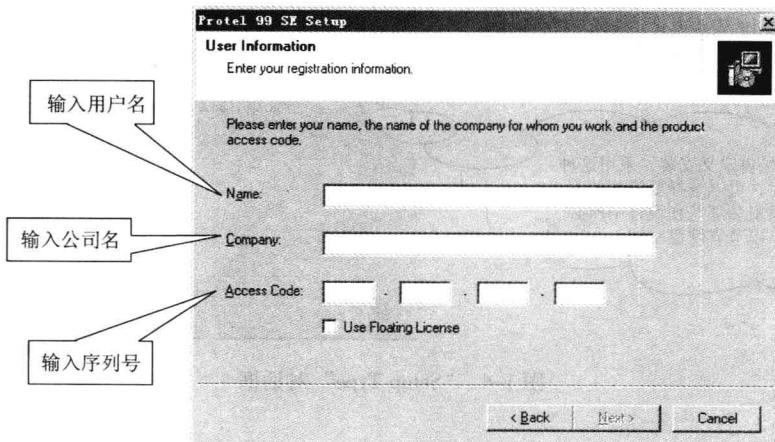

图 1-2 “User Information” 对话框
2) 单击“**Next >**”按钮，弹出“User Information”对话框，如图 1-2 所示。在对话框中，输入使用人的姓名和公司名称后，输入序列号。此时按钮就会变得可用。